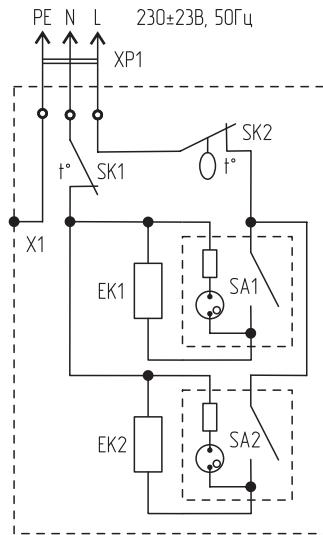

Рисунок 4.
**5.2.** Схема электрических соединений и узлов показана на рис.4. Нагревательный элемент имеет два независимых нагревателя ЕК1 и ЕК2, которые могут включаться независимо друг от друга, обеспечивая 100% или 50% номинальной мощности конвектора. В цепь питания нагревателей включены рокерные переключатели с подсветкой SA1 и SA2, термовыключатель защиты от перегрева SK1 и биметаллический терmostat SK2.